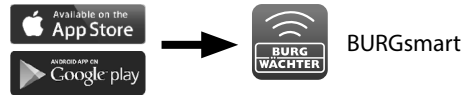

Abb. 1
- Um Ihr neues Schließsystem einrichten zu können, müssen Sie sich zunächst die App *BURGS*smart herunterladen. Diese ist im iOS App Store und bei Google Play zu finden (Abb. 1).